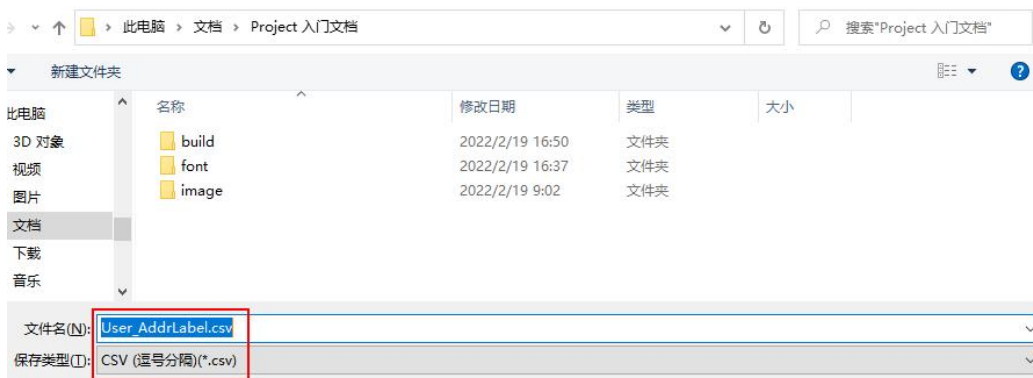

图 9-11 存储
2. csv、xml 存储：将表格存储为 csv（逗号分隔）或 xml 格式，如图 9-11 所示；